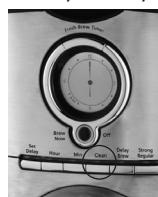

Figura 10
- Oprima el botón CLEAN hasta que la luz roja se encienda (Figura 10). Para su conveniencia, el ciclo de limpieza es automático. El ciclo completo tomará de 45 a 60 minutos en completarse. Durante la limpieza su cafetera: